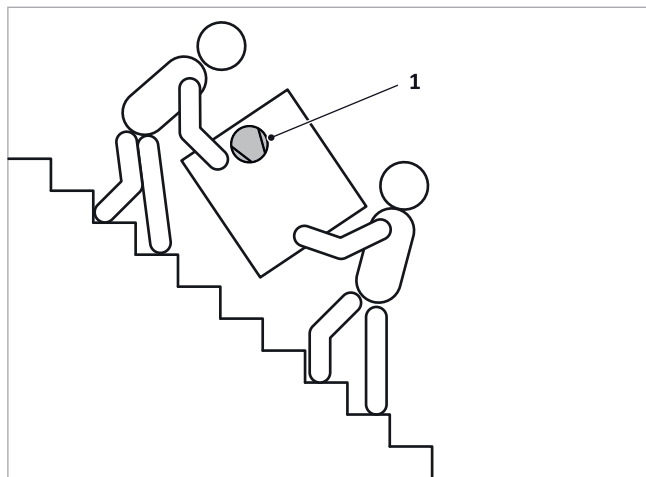

Fig. 3: Transporte en la escalera
- Si se tiene que inclinar el aparato durante el transporte, esto solo puede tener lugar brevemente sobre uno de los lados longitudinales, el compresor, véase ➔ Fig. 3 (1), siempre se debe encontrar arriba.